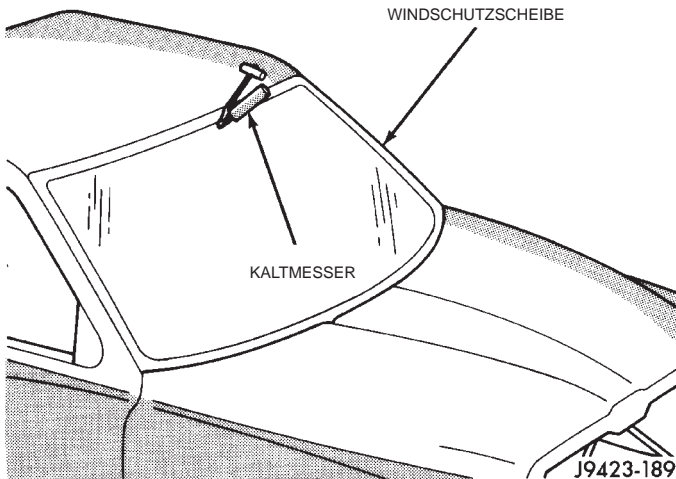

Abb. 1 Polyurethankleber um die Windschutzscheibe herum abschneiden—Typisch
(3) Klinge eines geeigneten Messers zwischen Windschutzscheibe und die Innenkante der Zierleiste schieben.
(4) Am inneren Umfang der Zierleiste entlang schneiden und die Kappe der Zierleiste abtrennen.
(5) Polyurethankleber um den Umfang der Windschutzscheibe herum mit einem Kaltmesser abschneiden (Abb. 1).